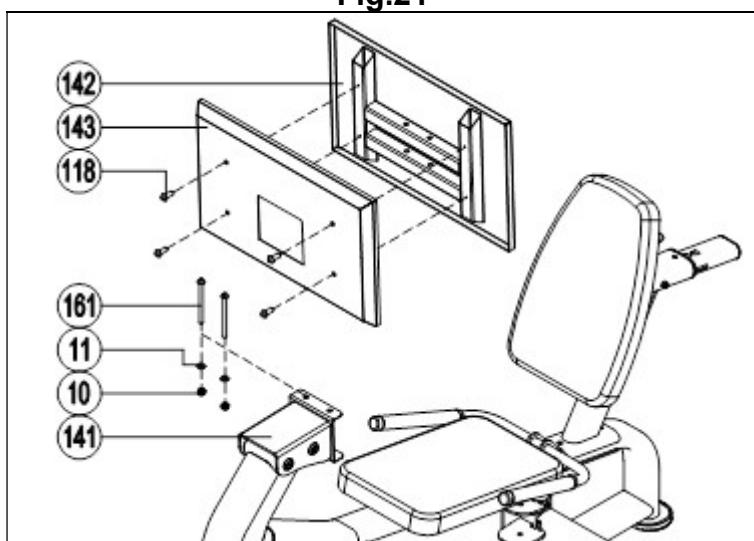

Fig.22
22.- Alinee el soporte fijación (157) con (b) y el tubo delantero (159) con (a), Fig.22. Coloque los tornillos (9), las arandelas (123) y (11), Fig.22.